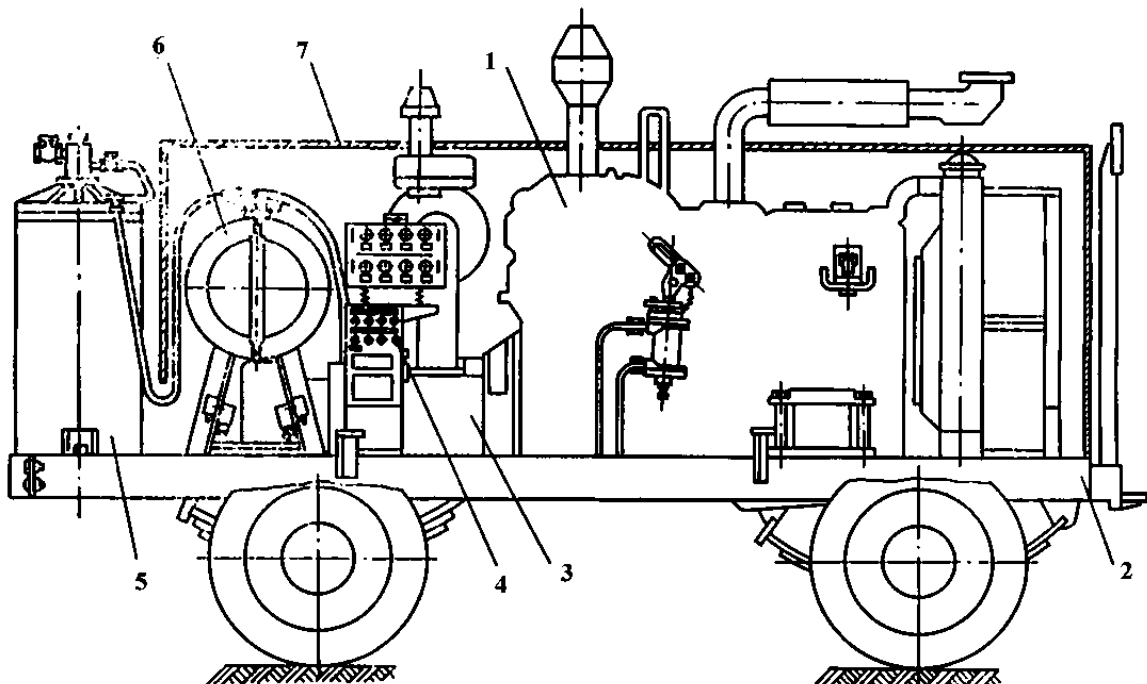

Рис. 2. Общий вид станции
3.1. Прицепная компрессорная станция ПР-10/ 8М2 (рис. 2) состоит из следующих сборочных единиц (узлов):